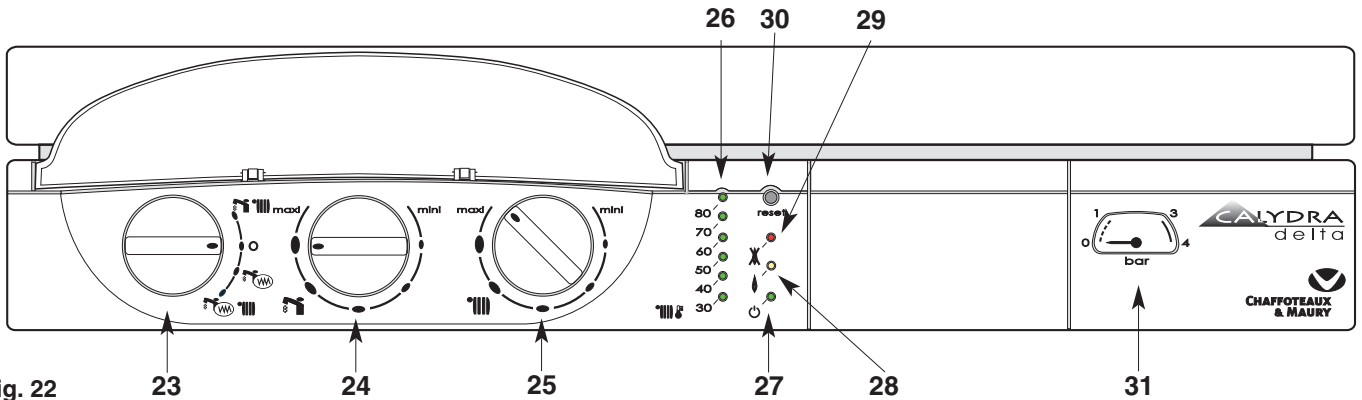

Fig. 22
Bevelbord (fig. 22)
- Plaats de schakelaar **23** (fig. 22) op stand  groen lampje **27** brandt ; het oranje lampje **28** (fig. 22) brandt telkens de brander in werking treedt.
De regelknop van de verwarming **25** «  » (fig. 22) geeft U de mogelijkheid om de temperatuur van het water van de verwarmingskring aan te passen in functie van het seizoen. Draai aan de knop **25**:
De indicator **26**  (fig. 22) geeft deze temperatuur aan.
- Zet de schakelaar **23** op «**O**» het groene controlelampe **27** (fig. 22) blijft branden. De vorstvrij-functie van de ketel blijft actief.
- Plaats de schakelaar **23** op stand STOP **O** (doven van het groene lampje, **27** fig. 22)
*Niet vergeten deze terug te openen bij het begin van het verwarmingsseizoen, wanneer men de schakelaar **23** (fig. 22) op stand  plaatst.*